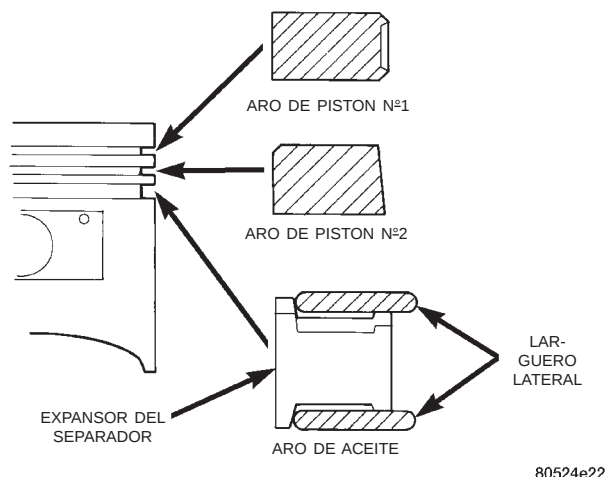

Fig. 6 Instalación del aro de pistón
(1) Instale los aros con la identificación del fabricante mirando hacia arriba, en la parte superior del pistón (Fig. 6).